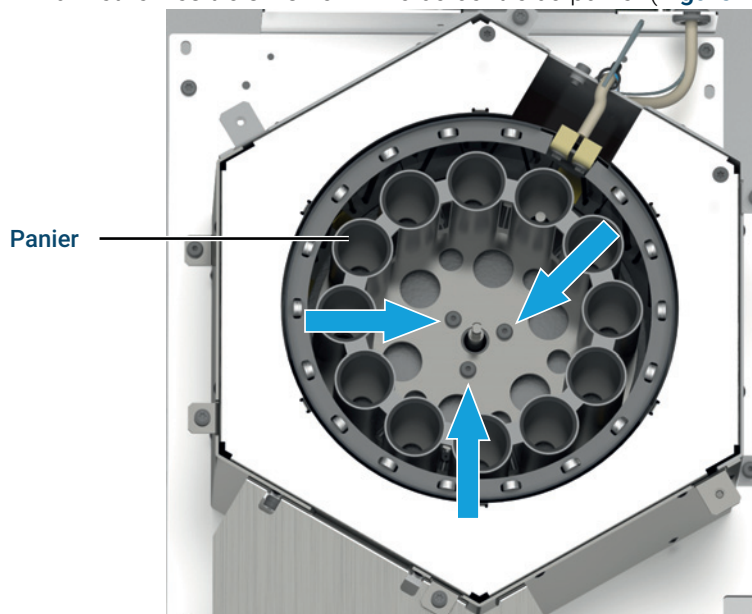

Figure 15. Retrait du panier
- b Retirez les trois vis Torx T-20 du centre du panier (Figure 15).